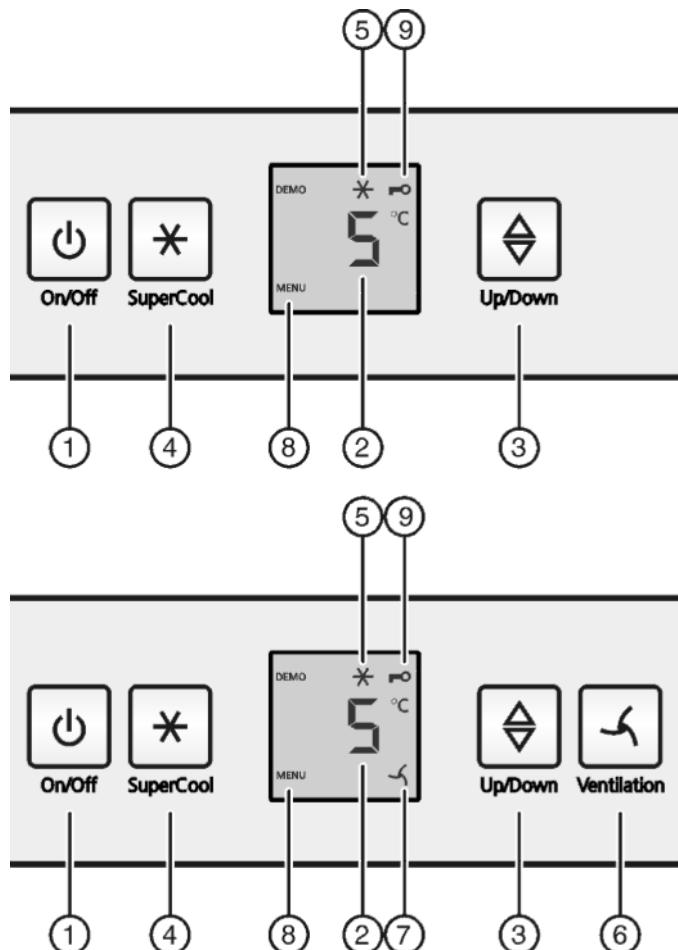

Fig. 2
- Нажать кнопку On/Off Fig. 2 (1).
- Нажмите кнопку «SuperCool» Fig. 2 (4) и удерживайте ее прим. 5 секунд.
- ▷ На индикаторе будет отображаться символ «Меню» Fig. 2 (8).
- Для подтверждения нажать и отпустить кнопку «SuperCool» Fig. 2 (4).
- ▷ На индикаторе горит символ «Защита от детей» Fig. 2 (9).
- Нажать и отпустить кнопку «On/Off» Fig. 2 (1).
- Активация модуля регулировки температуры: нажмите кнопку настройки Fig. 2 (3).
- Температуру меняйте ступенями по 1 °C: нажимайте кнопку настройки Fig. 2 (3) до тех пор, пока на индикаторе температуры не будет высвеченa требуемая температура.
- Коротко нажмите кнопку SuperCool Fig. 2 (4).
- На индикации горит символ SuperCool Fig. 2 (5).
- Символ SuperCool Fig. 2 (5) на индикации гаснет.
- Коротко нажмите кнопку "Вентиляция" Fig. 2 (6).
- Символ Вентиляция Fig. 2 (7) горит.
- Символ Вентиляция Fig. 2 (7) не горит.